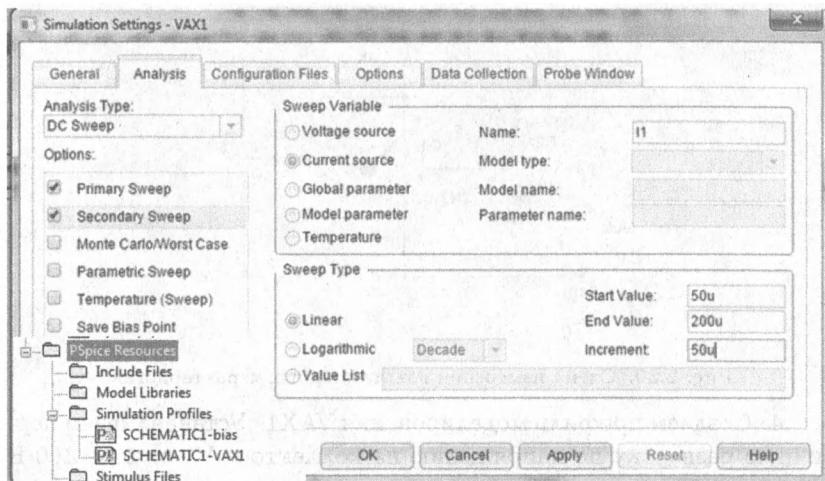

Рис. 2.32. Установка вторичной развертки по току базы
5. Устанавливаем вторичную развёртку по току базы I1 от 50 мА до 200 мА с шагом 50 мА и устанавливаем в менеджере проектов активный профиль моделирования VAX1 (рис. 2.32).